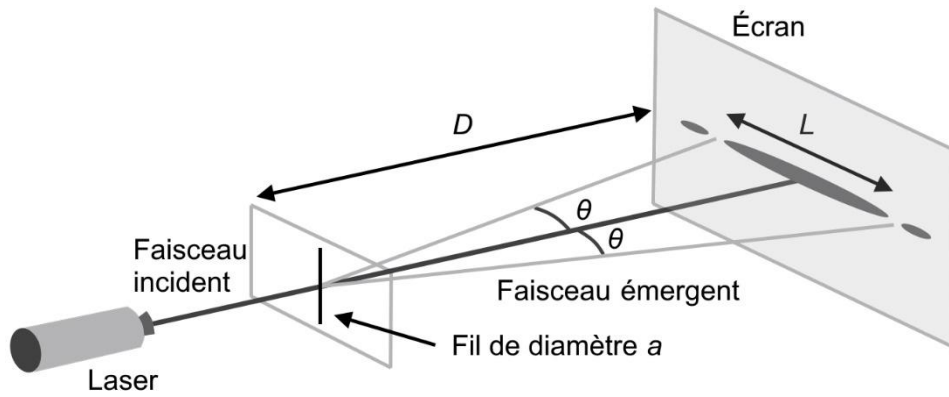

Figure 2 – Schéma du montage expérimental
Pour s'assurer de la valeur du diamètre d'un fil affichée à 0,45 mm sur une bobine pressentie pour fabriquer une harpe électrique, on utilise le dispositif schématisé sur la figure 2. Un fil de diamètre  $a$  est positionné sur le trajet d'un faisceau laser de longueur d'onde  $\lambda$  et un écran est placé à une distance  $D$  du fil. Une série de taches lumineuses apparaît sur l'écran.
**Q.2.** Exprimer l'angle caractéristique  $\theta$  en fonction de la largeur  $L$  de la tache centrale et de la distance  $D$ , à l'aide de la figure 2 et en utilisant l'approximation des petits angles.
Le montage expérimental de la figure 2 est utilisé avec le fil dont on cherche à vérifier le diamètre  $a$ . La mesure de la largeur de la tache centrale pour ce fil est  $L = 8,0 \text{ mm}$  avec une incertitude-type  $u(L) = 0,5 \text{ mm}$ .